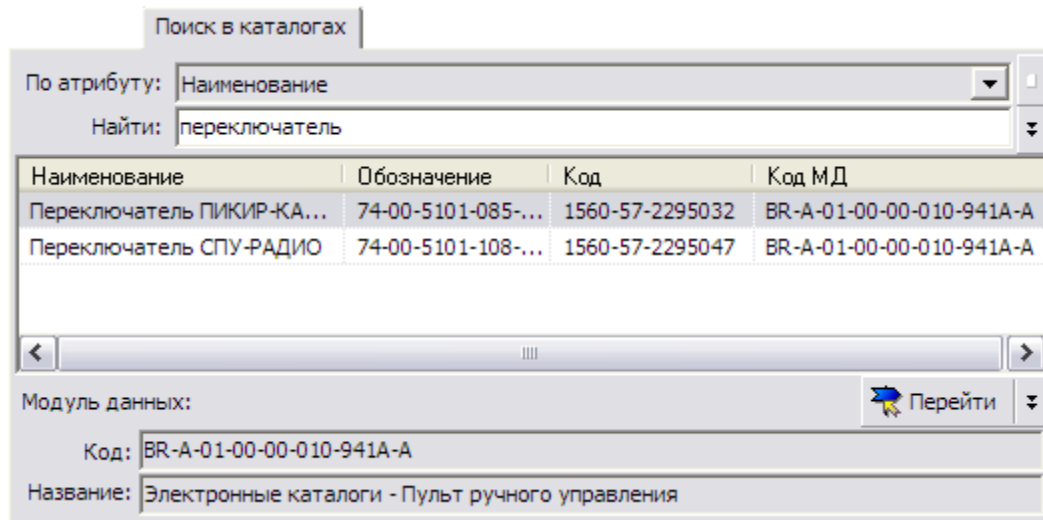

Рис. 72
7. Если выделить одну из найденных позиций, в нижней части окна отобразится код и название модуля данных электронного каталога, в котором найдена выбранная позиция (Рис. 72).